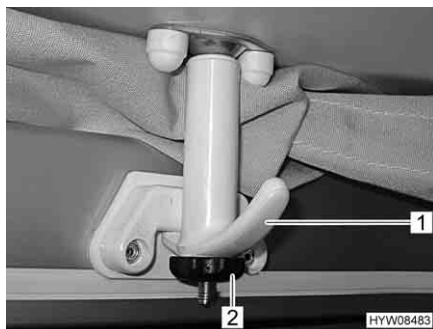

Fig. 23 Tenditore bloccato
- Serrare la vite a testa cilindrica zigrinata (Fig. 23,2) sui due tenditori anteriori (Fig. 23,1). Il tetto sollevabile risulta così bloccato e non può sollevarsi.